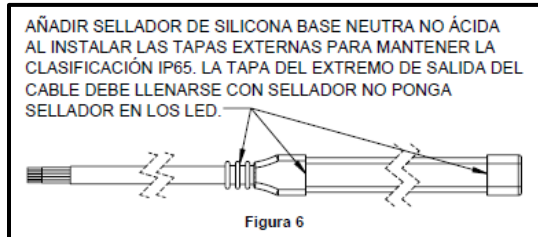

Figura 6
- Si son necesarios cables adicionales después de cortar la tira LED, debe soldarse un cable de empalme apropiado a la tira LED y sellarla con los tapones suministrados para mantener el grado de protección IP65 para lugares húmedos (Figura 6). Los conectores del bloque de terminales JFX CNT y los conectores JFX CNT RGBW no son compatibles con las tiras LED de ubicación húmeda.
- Cada segmento cortado debe ser sellado utilizando los tapones suministrados junto con un sellador o adhesivo de silicona neutra no ácida (Figura 6). Está prohibido el contacto del sellador con los chips de los LED. Los adhesivos de base ácida o el contacto del adhesivo con los chips de los LED podrían dañar o provocar un fallo prematuro de los LED. Consulte la hoja de especificaciones para conocer los detalles de compatibilidad del sellador de silicona o adhesivo.